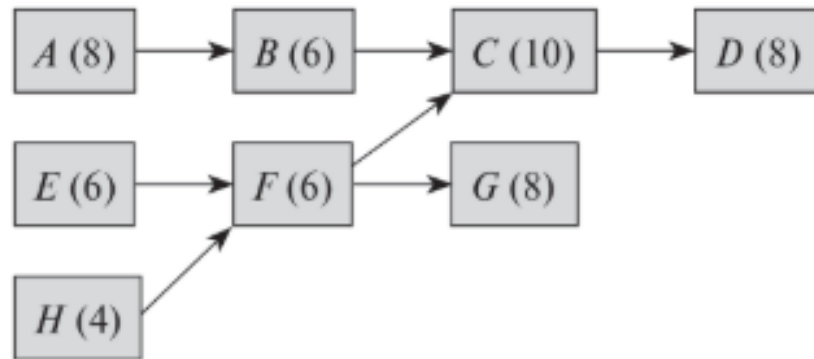

Рисунок 7. – к задаче 2
**Задача 2.** Примените метод критической цепи для проекта, заданного PDM-диаграммой (рис. 7). Расставьте и рассчитайте размеры необходимых буферов, определите критическую цепь.